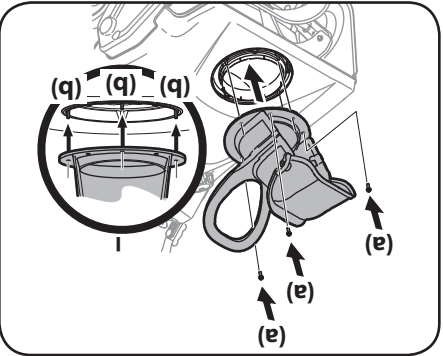

Figure 2-8
3. Alignez les trous de la base de la goulotte avec les encoches (b) de la goulotte inférieure. Voir Figure 2-8 (i). Fixez la goulotte à la base de la goulotte avec les boulons hexagonaux (a) retirés à l'étape 2. Voir Figure 2-8.